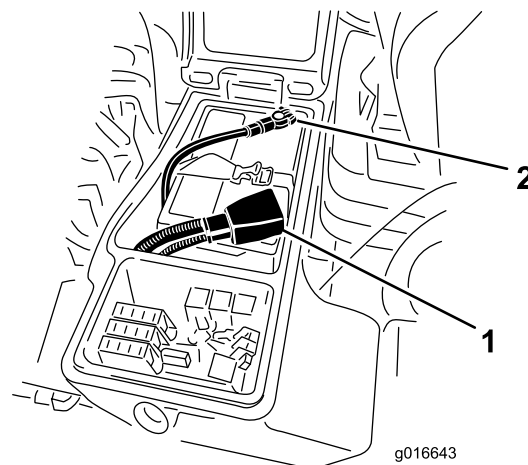

Рисунок 95
6. Подсоедините положительный кабель (красный) к положительной клемме (+), а отрицательный кабель (черный) — к отрицательной (-) клемме аккумуляторной батареи (Рисунок 95).